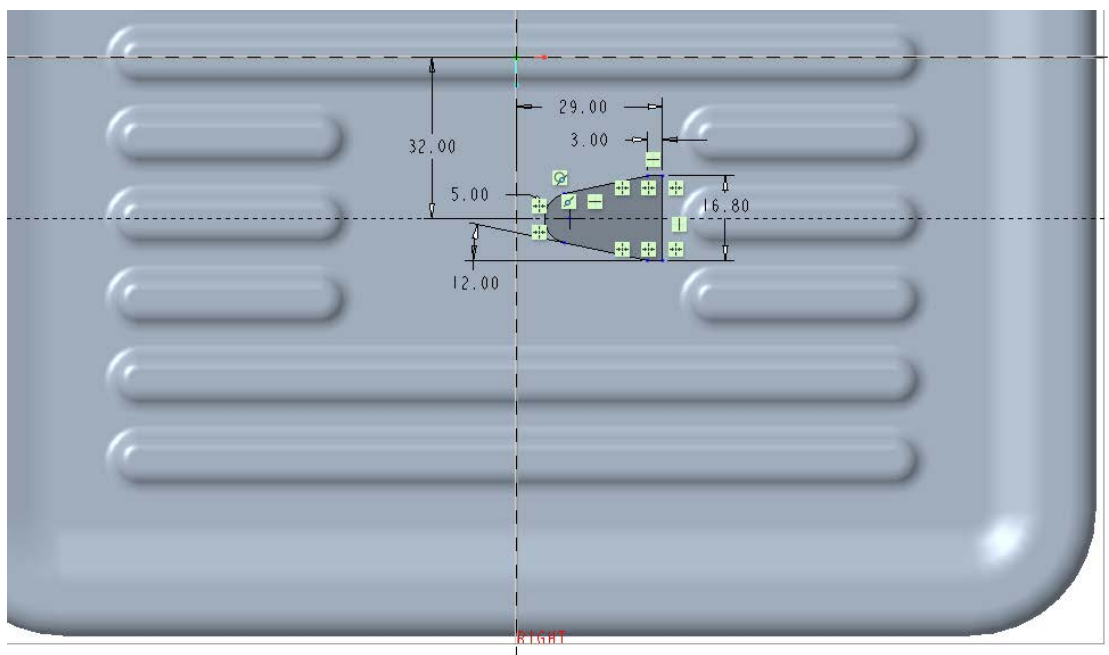

图 5-132 绘制封闭图形
(3) 绘制图 5-132 所示的封闭图形作为分割区域的外形线，单击✔（确定）按钮。